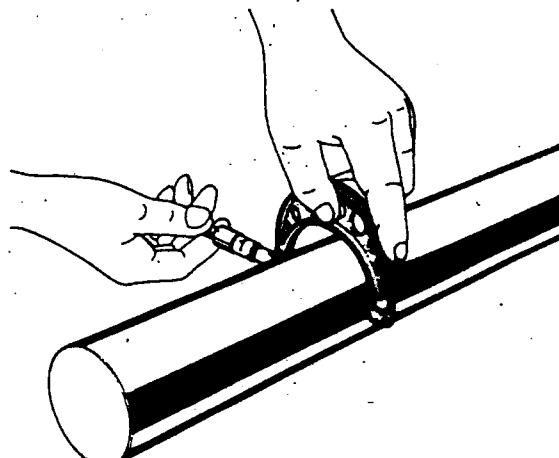

図2
- (2) 軸は曲りや傷がないか、また所定の寸法、形状になっているかを確認する(図2)。